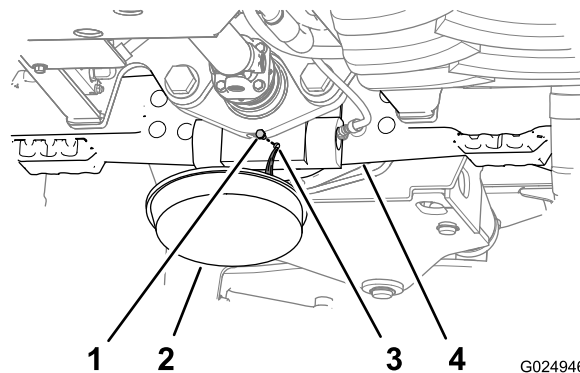
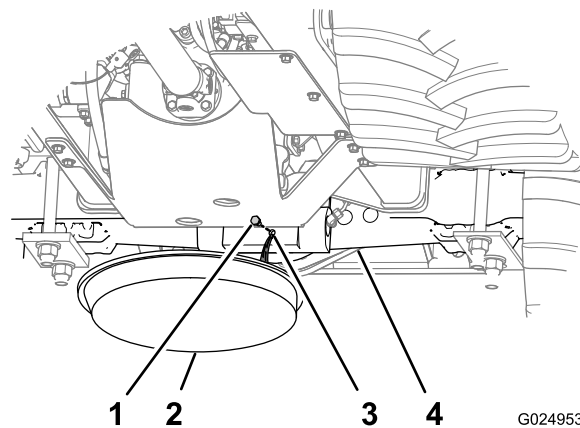

Figura 93
Figura 94
- Posicione uma bandeja de drenagem sob a caixa do pinhão do eixo (Figura 93 e Figura 94).
- Remova os bujões do orifício de nível e do orifício de drenagem da caixa do pinhão para os eixos (Figura 93 e Figura 94).